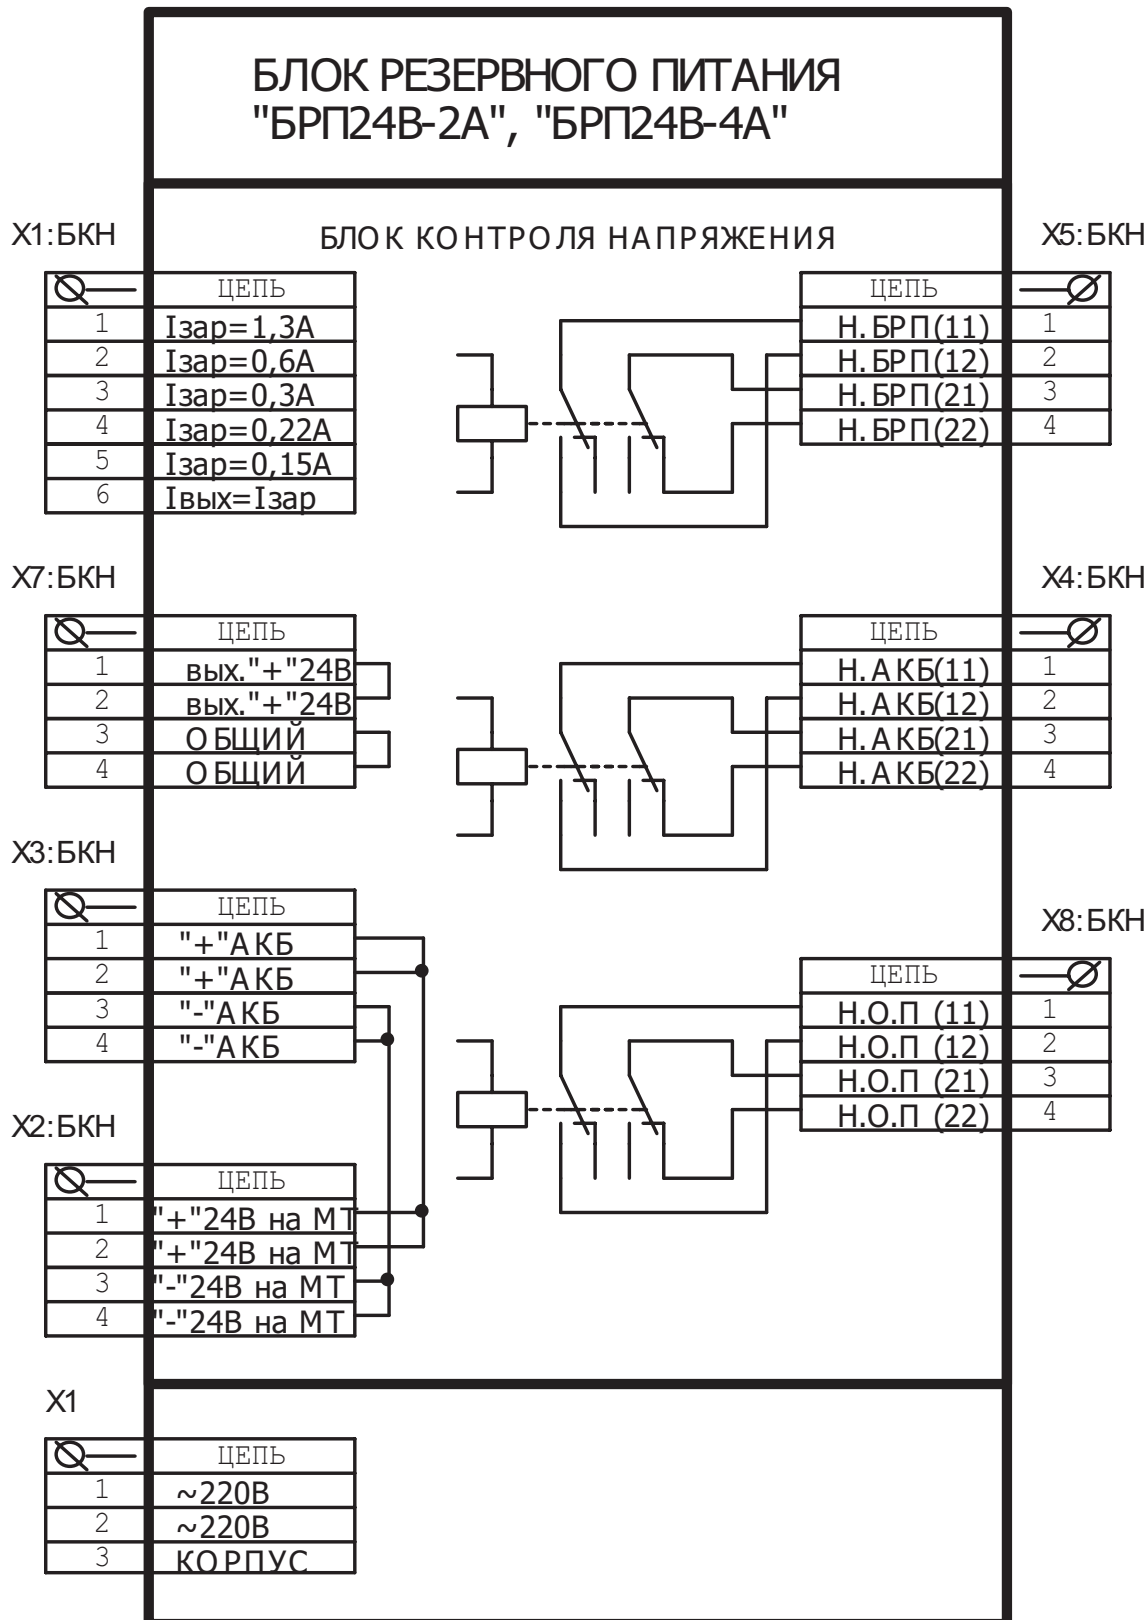

Рис. 4. Клеммные колодки БРП24В-2А и БРП24В-4А
- для БРП24В-2А и БРП24В-4А на рис.4;